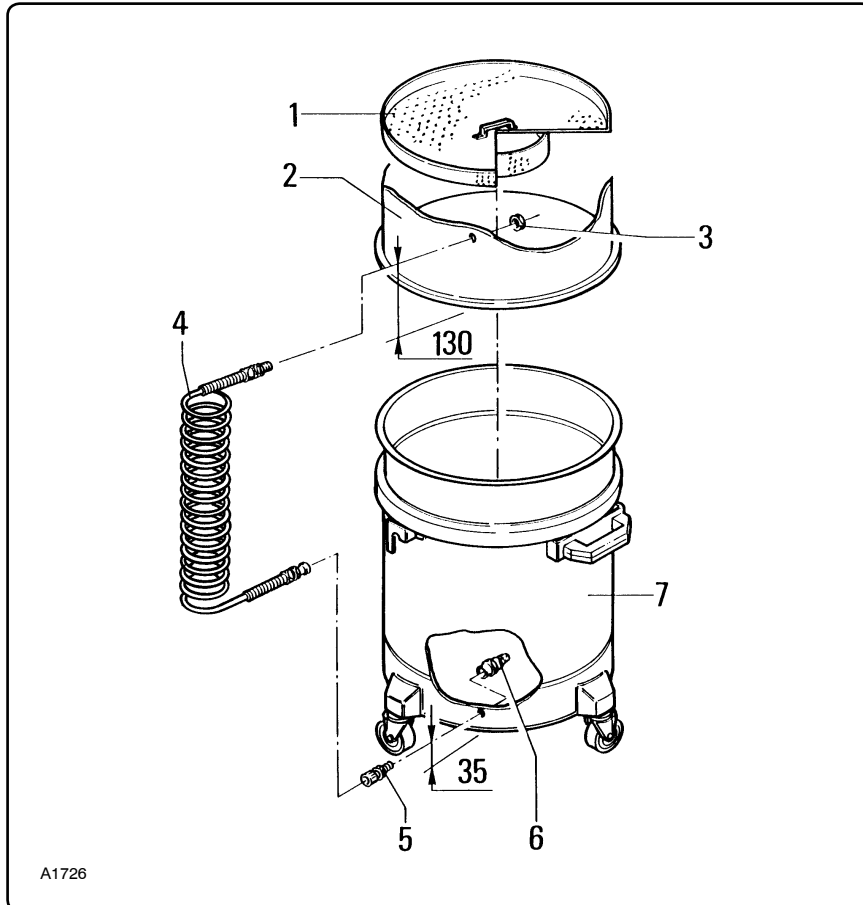

Рис. 6.10.3
6.10.3 -Пластина и всасывающий шланг (рис. 6.10.3)